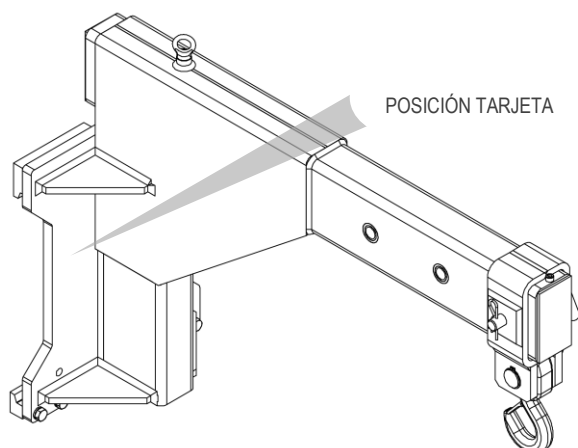
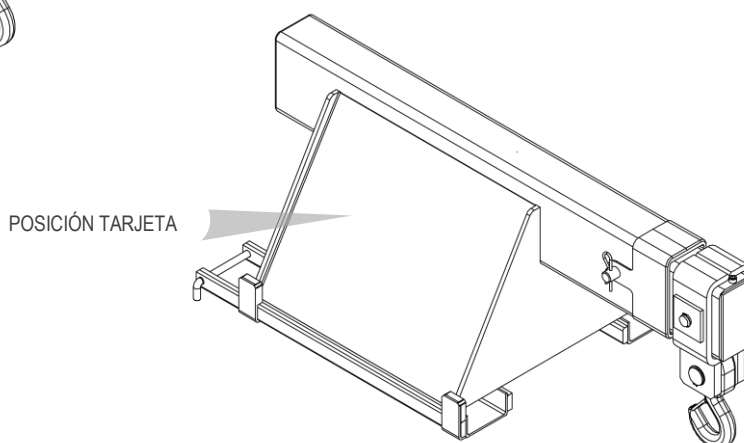

Figura 1
Figura 2
Todos los implementos A.T.I.B. - “BRAZO GRÚA FIJO TIPO 980 | BRAZO GRÚA TELESCÓPICO TIPO 975 | BRAZO GRÚA TELESCÓPICO SOBRE HORQUILLAS TIPO 976” son identificados de una tarjeta adhesiva (mira *Tabla 1*) puesta sobre el implemento (mira *Figura 1* e *Figura 2*). La posición de la tarjeta puede variar según el implemento. Siempre referirse a la matricula.
4. Para la manipulación, utilice correas o cadenas del tamaño adecuado para el peso del implemento indicado en la tarjeta (mira *Figura 1* y *Tabla 1* a pag.7).